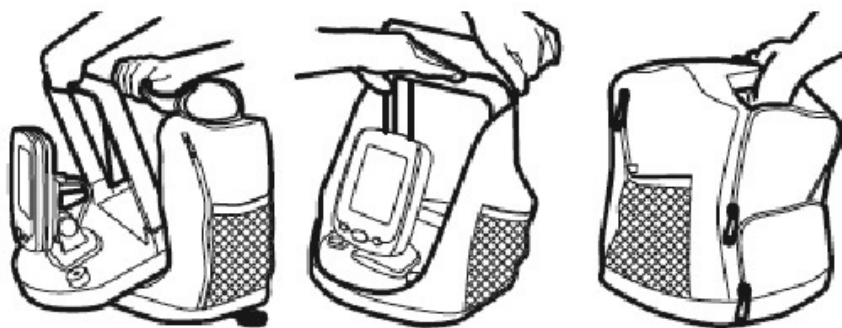

Рис. 38
3. Отрегулируйте кейс так, чтобы Вы легко могли взяться за ручку через тканевый захват ручки с внешней стороны портативного кейса (Рисунок 38).